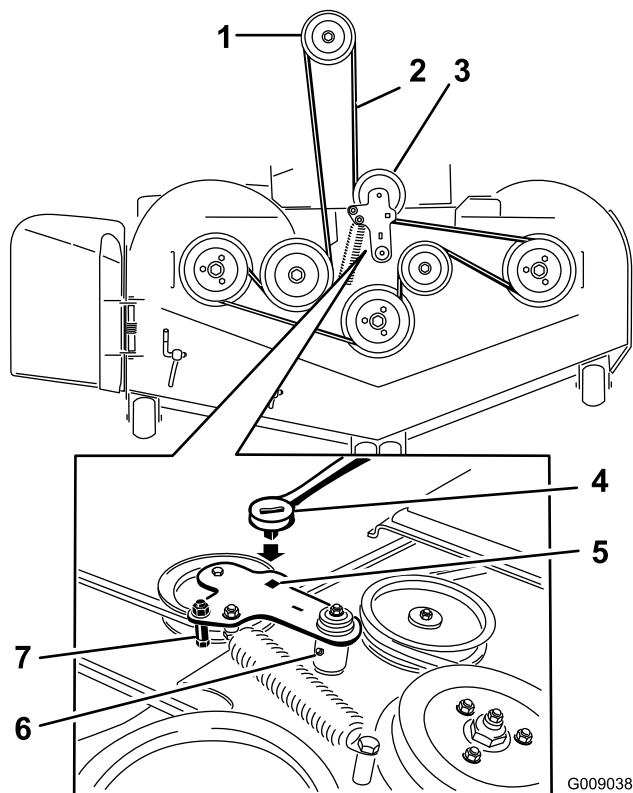

Figure 71
5. Insérez un rochet dans le trou carré du bras de la poulie de tension pour détendre le ressort de la poulie de tension (Figure 71).
7. Enlevez le guide de courroie situé sur le bras de la poulie de tension appelée par ressort (voir Figure 71).
- Acheminez la courroie neuve autour des poulies du tablier de coupe et de la poulie d'embrayage, sous le moteur (Figure 71).
- Montez le guide de courroie sur le bras de la poulie de tension (voir Figure 71).
- Insérez le rochet dans le trou carré et montez le ressort de la poulie de tension (Figure 71).